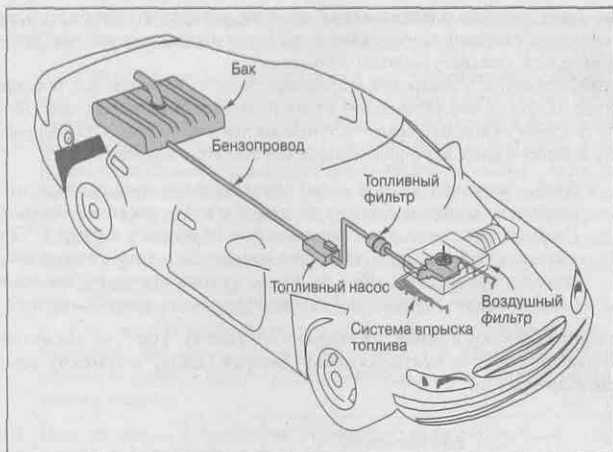

Рис. 4.2. Топливная система
3. Когда двигатель запущен, топливо (в данном случае — бензин) течет из **бака**, расположенного сзади машины, по **топливопроводу** к топливному насосу под капотом (рис. 4.2). В главе 6 "Топливная система — сердце и легкие автомобиля" детально рассматривается топливная система, а в главе 13 "Регулировка топливной системы", объясняется, как поддерживать ее в хорошем состоянии.